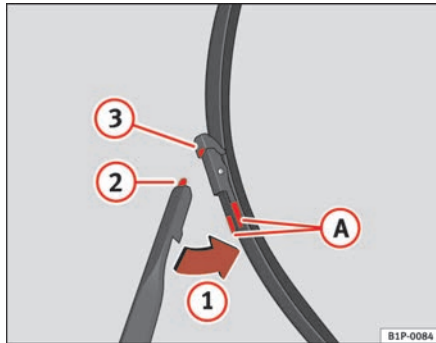

Abb. 148 Scheibenwischerblätter vorne auswechseln
- Drücken Sie auf die Sperrtasten (A) und nehmen Sie das Wischerblatt in Richtung Pfeil (1) ⇒ Abb. 148 heraus.
- Setzen Sie die Lasche (2) in die Aufnahme (3) im Wischerblatt ein ⇒ Abb. 148.
- Drücken Sie das Wischerblatt gegen die Richtung des Pfeils (1) zum Wischerarm, bis ein Klicken zu hören ist ⇒ Abb. 148.